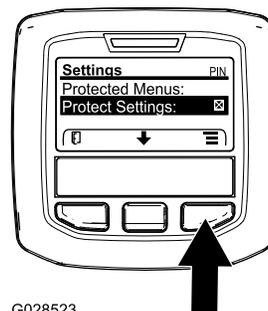

Рисунок 41
1. Перейдите в защищенное меню и разблокируйте подменю защищенных настроек (Рисунок 41); см. раздел Доступ к защищенным меню \(страница 25\).